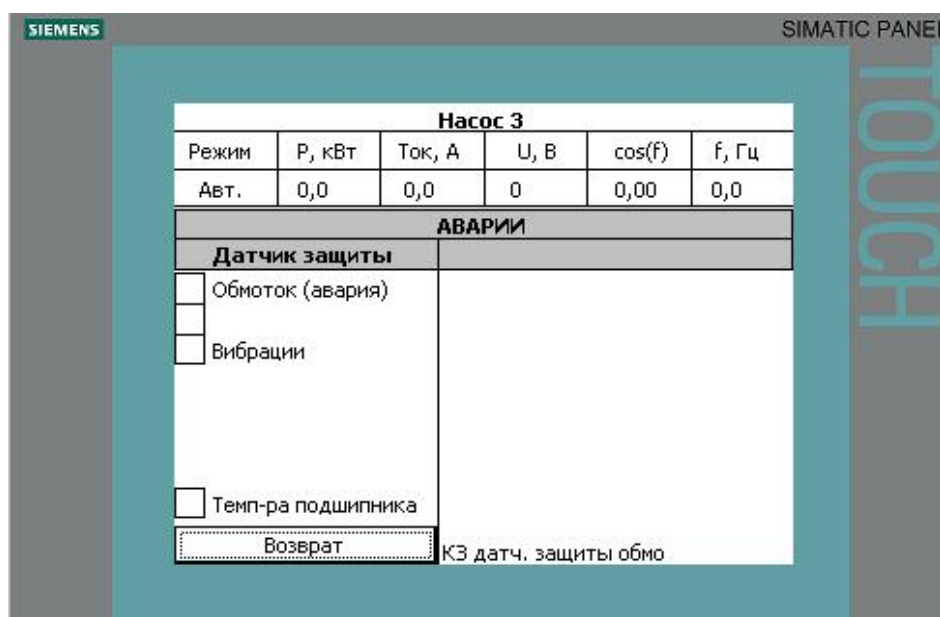

Рис.9. Экран состояния насоса.
- **Номер насоса.** Экранная кнопка позволяющая просматривать детальную информацию о состоянии насоса (рис. 9).
Для каждого насоса в окне детализации аварии указывается авария насоса (рис. 9). Далее приведен список сообщений. Отображаемые сообщения зависят от конфигурации системы и подключенных датчиков.